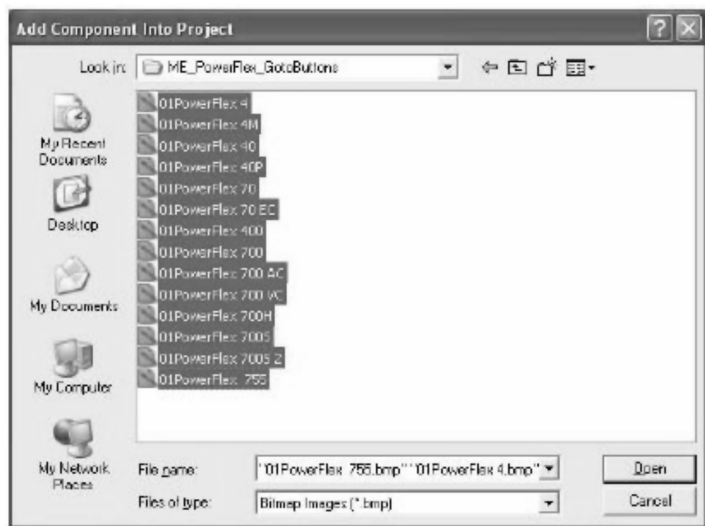

图 24-34 打开所有位图图像
2. 解压缩 ME_PowerFlex_Faceplate_Files.zip 文件时浏览至步骤 1 中所创建的“ME_PowerFlex_GotoButtons”文件夹。选择所有位图图像并单击“打开”(Open)，如图 24-34 所示。